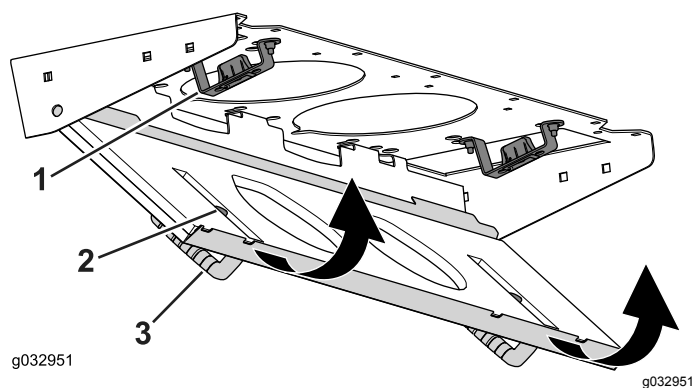

図 135
4. フィルタスクリーンを回転させてラッチをラッチ取り付けアセンブリにロックする 図 135。